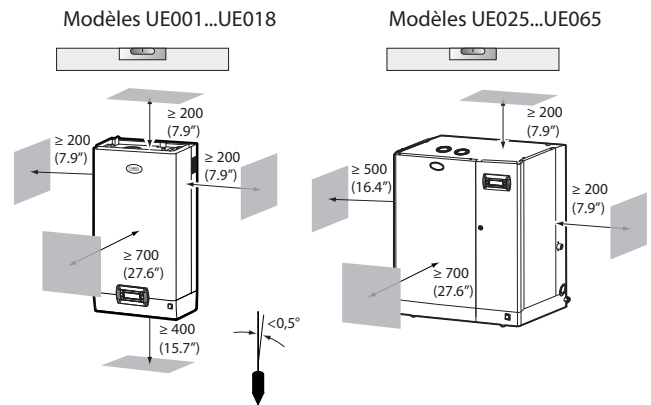

Fig. 1.b
- positionner l'humidificateur sur un plan horizontal, en respectant les espaces minimum (voir Fig. 1.b) pour permettre les opérations nécessaires de maintenance.
Monter l'humidificateur au mur à l'aide de l'étrier de support déjà fixé à l'humidificateur, en utilisant le kit de vis fourni (pour les valeurs en mm voir Fig. 1.d).